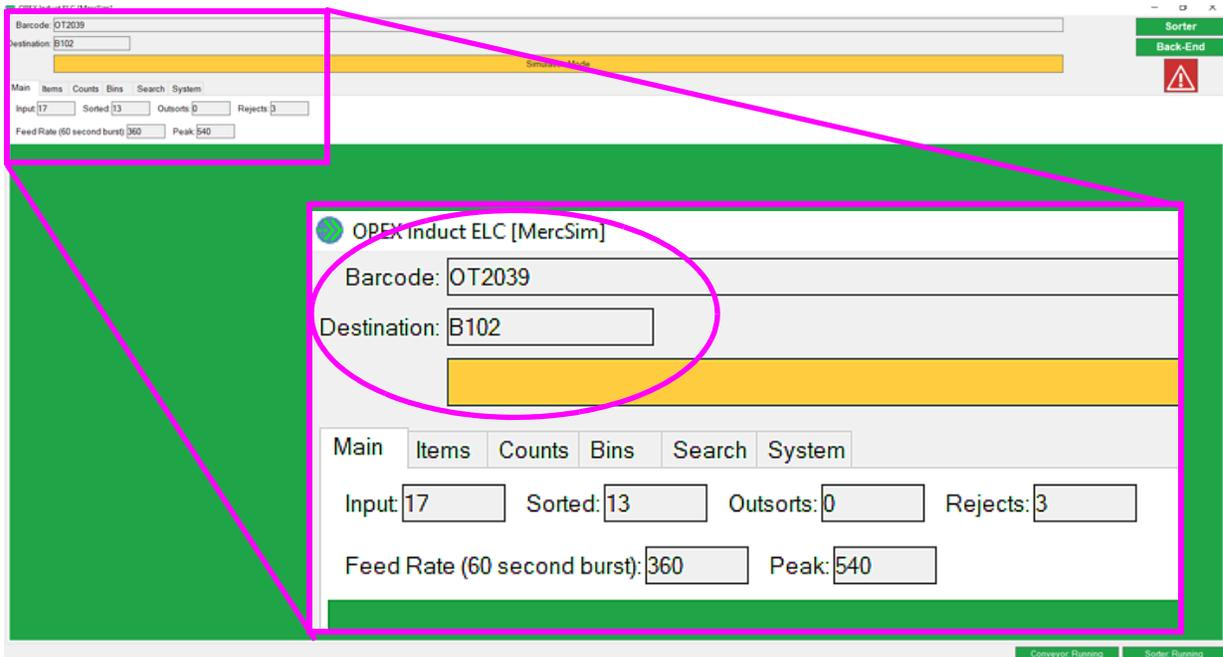

Figura 4-32: Destino da Caixa do Item Lido
- Quando o item é lido, o ELC de Introdução receberá uma atribuição de caixa para a peça e o software notifica o iBOT sobre o destino da caixa de entrega (Figura 4-32 na página 150).